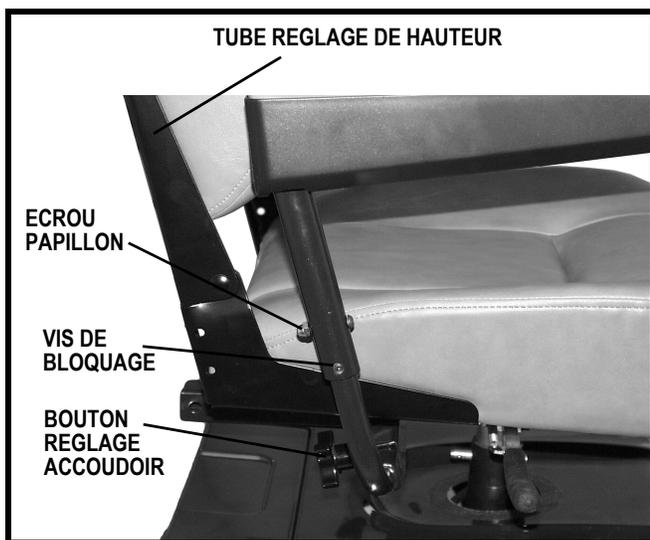

Figure 15. Réglage de la hauteur des accoudoirs
1. Desserer la vis d'ajustement sur le côté du tube d'ajustement avec la clé hex de 1/8 po. **Voir la figure 15.**
1. Desserrez les boutons de réglage des accoudoirs à l'arrière du siège. **Voir les figures 15 and 16.**